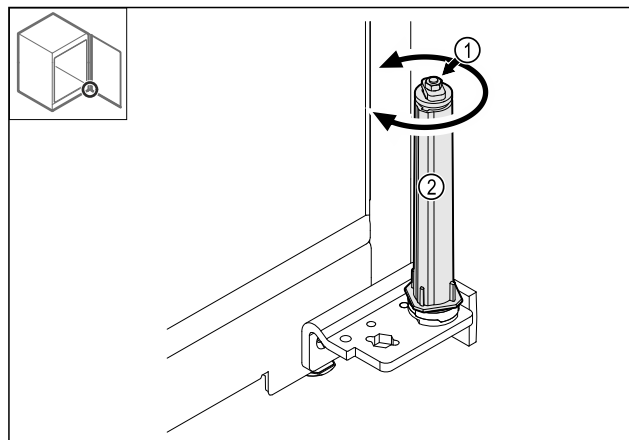

Fig. 39
- ▶ Не разбирайте резьбовое соединение Fig. 39 (1) системы закрытия.
- ▶ Поворачивайте систему закрытия Fig. 39 (2) до щелчка.